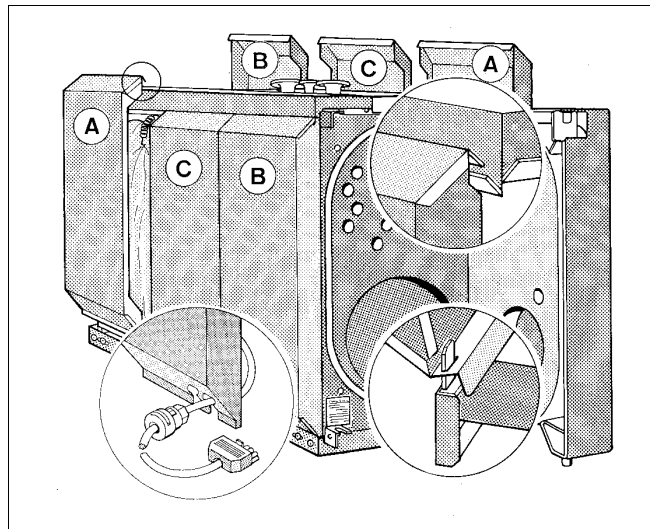

Fig. 14 Montagem do cabo do queimador
- Introduza o cabo do queimador com o dispositivo anti-tracção por baixo na fenda da parede lateral, de tal maneira que o dispositivo anti-tracção fique assente no furo (fig. 14).
- Rodando a manga de plástico, fixe o cabo do queimador no dispositivo anti-tracção (fig. 14).
Observe a marcação das letras nas paredes laterais (fig. 14). No caso da caldeira de tamanho 230 e 310, são montados apenas 2 componentes de parede lateral, a peça do meio da parede lateral com a marcação "C" é suprimida (fig. 14).
- Coloque 3 ou 2 componentes da parede lateral, respectivamente à direita e à esquerda, em baixo com as fendas nas palas da régua lateral da armação e encaixe em cima no chanfro da cobertura lateral da caldeira (fig. 14).